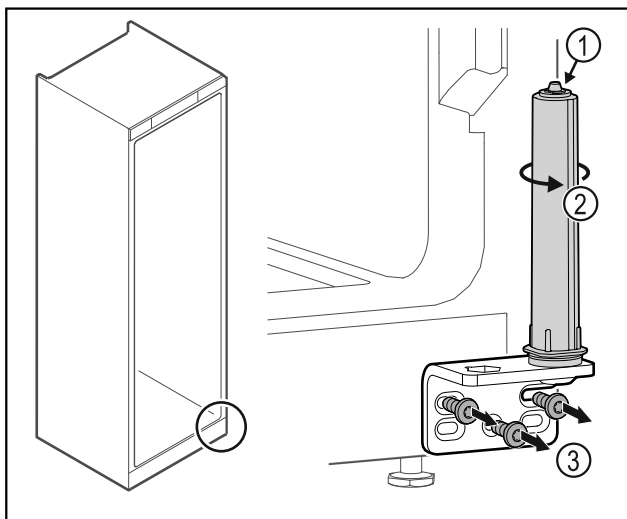

Fig. 39
- Nerozoberajte systém zatvárania dverí Fig. 39 (1).
- Otáčajte systém zatvárania Fig. 39 (2), kým nezacvakne.
- Odskrutkujte uholník závesu Fig. 39 (3).